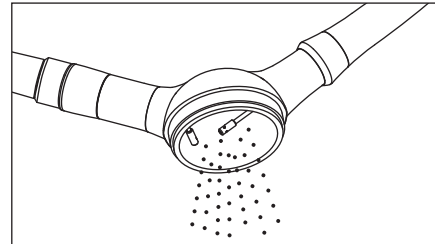

Fig. 5
- 1) Toz haznesi kapağını açınız ve artakan tozu boşaltınız. (Fig. 5)